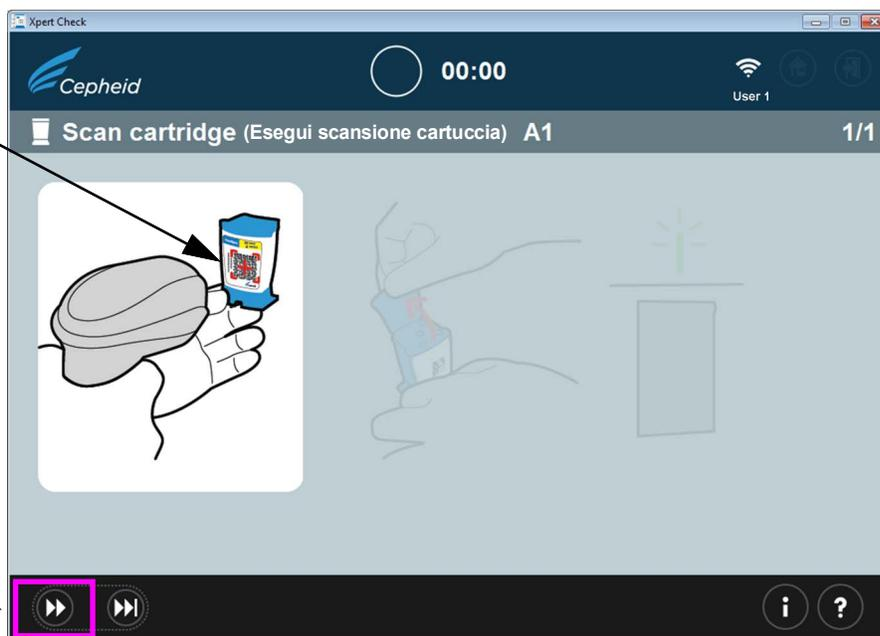
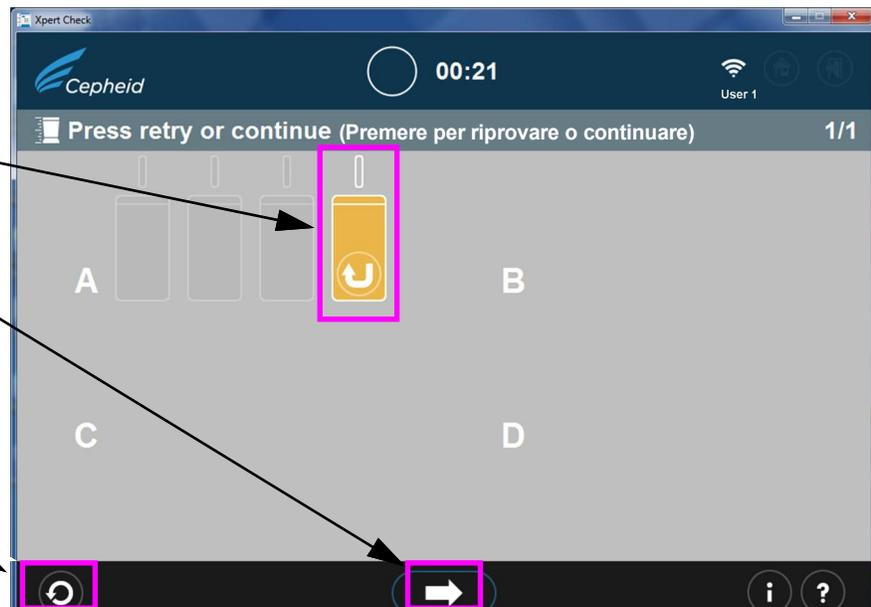
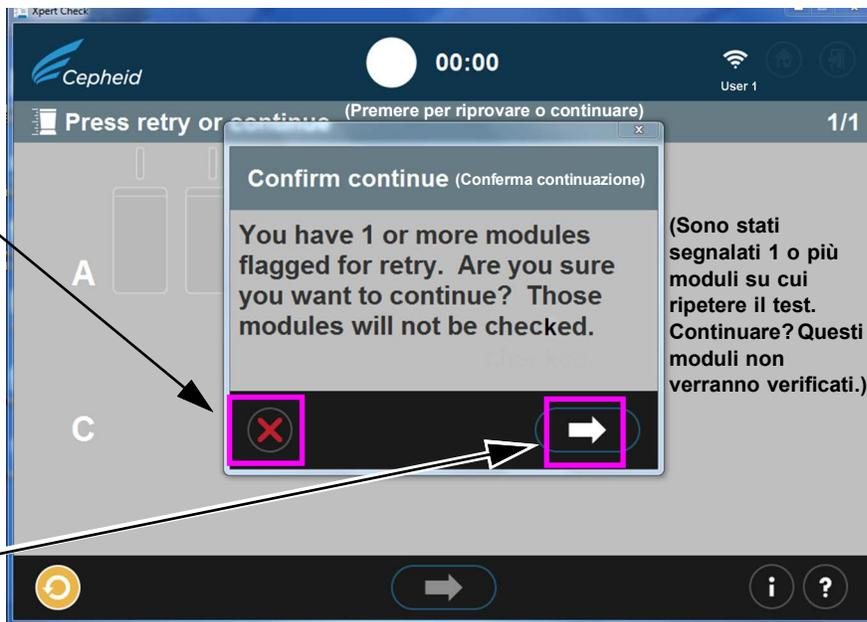

Figura 2-14. Schermata di scansione del codice a barre della cartuccia
Figura 2-20. Schermata di completamento del test - Esempio di verifica del modulo non superata
Figura 2-21. Finestra di dialogo Conferma continuazione (Confirm continue)
17. Eseguire la scansione del codice a barre. La Figura 2-14 mostra il codice a barre di una cartuccia sottoposto a scansione. Non sostituire una cartuccia con un'altra dopo aver eseguito la scansione.
19. Al termine del test, lo sportello del modulo si apre e la spia al di sopra si spegne. Verranno visualizzate delle schermate simili a quelle riportate nella Figura 2-19 o nella Figura 2-20. Toccare o fare clic sulla freccia a destra per continuare.
- B. Se il test non è stato superato, verrà visualizzata la schermata riportata nella Figura 2-20, che mostra lo stato del modulo. In questo caso è necessario ripetere il test. Toccare o fare clic sull'icona **Riprova** nell'angolo in basso a sinistra della schermata.
Pulsante Continua. Toccare o fare clic per continuare senza ripetere il test. Vedere la Figura 2-21.
- C. Se si preme la freccia **Continua** in basso quando la schermata indica che il test di un modulo non è stato superato (come mostrato nella Figura 2-20), si visualizza la finestra di dialogo Conferma continuazione (Confirm continue). Vedere la Figura 2-21.
- D. Se viene visualizzata l'icona Riprova (come mostrato sopra nella Figura 2-21, in basso nella schermata), toccare o fare clic su questa icona per tornare alla schermata per la scansione del codice a barre della cartuccia (Figura 2-14) e completare la ripetizione del test sui moduli coinvolti.
A completamento della procedura di raccolta dati Xpert Check, i moduli per i quali il sistema stabilisce la necessità di assistenza vengono segnalati con un'icona di modulo color arancio (vedere la Figura 2-20). Per ulteriore assistenza in caso di manutenzione o sostituzione dei moduli, contattare il provider ASP di zona o l'ufficio locale dell'Assistenza Tecnica di Cepheid.